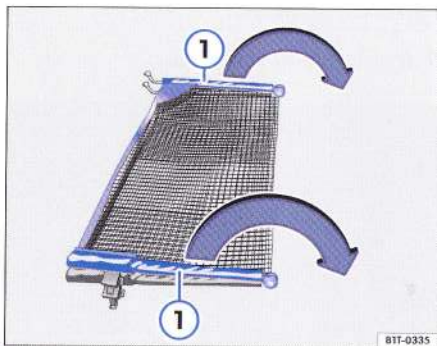

Fig. 102 Desfacerea peretelui despărțitor.
- Rabatați barele transversale ⇒ fig. 102 ① ale peretelui în sensul indicat de săgeată, până auziți un "clic".